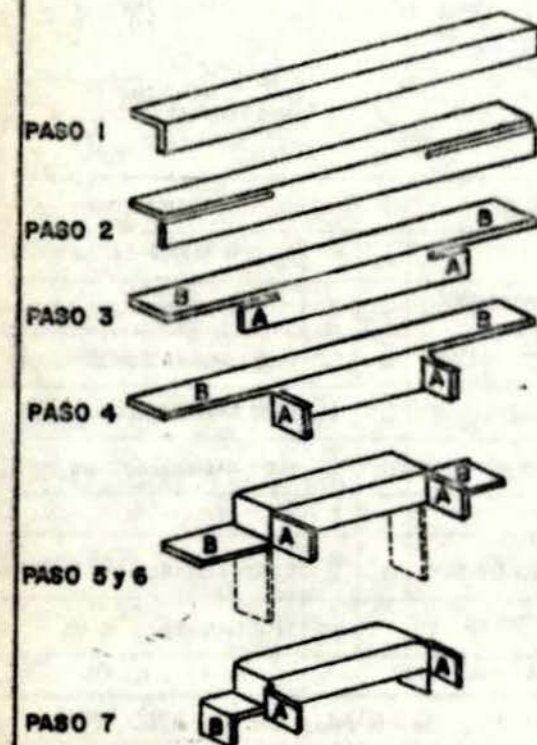

FIGURA No 8
Doble los pedazos sobrantes (A) hacia adelante y formando ángulo recto. Doble ahora los dos pedazos largos de la otra cara (B) hacia abajo y formando también ángulo recto. A los dos pedazos B deles forma de L doblando a una distancia de 23 mm de la parte superior. Ahora haga en los extremos de las partes B otro doblez formando una especie de escalón a una distancia de 20 mm. del extremo de éstos. Para mayor entendimiento de este proceso vea la figura No.8. Finalmente haga las perforaciones así: Sobre la cara superior cuatro de 3/16" (Ver medidas en el plano pieza No.14 vista inferior) asegúrese que estas perforaciones deben coincidir con las